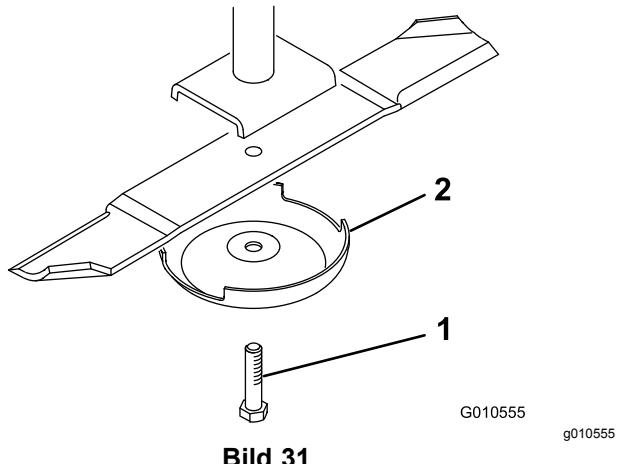

Bild 31
2. Halten Sie das Ende des Messers mit einem stark wattierten Handschuh oder wickeln Sie einen Lappen um es herum. Entfernen Sie die Messerschraube, die Antiskalpierkuppe und das Messer von der Spindelwelle (Bild 31).